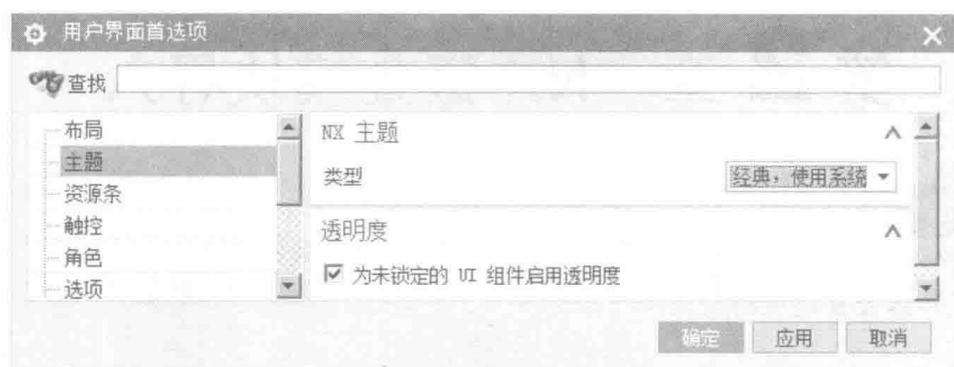

图 2.1.2 “用户界面首选项”对话框
Step2. 选择 首选项(P) 用户界面(I)... 命令，系统弹出图 2.1.2 所示的“用户界面首选项”对话框。